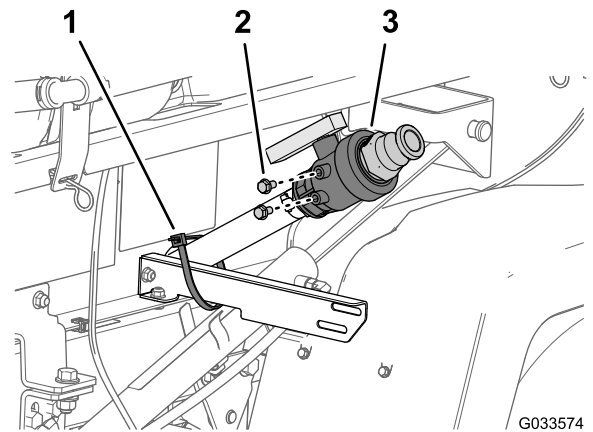

Figura 13
1. Retire la brida que sujeta la válvula de vaciado y la manguera de vaciado del depósito de fumigación al soporte de la válvula (Figura 13).
2. Retire los 2 pernos con arandela prensada (5/16" x 5/8") de la carcasa de la válvula de vaciado (Figura 13).